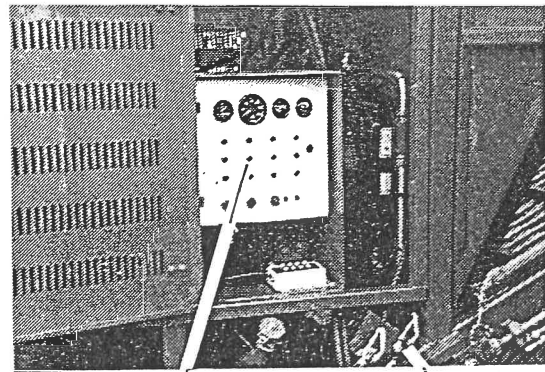

Fig. 7
For at forøge arealet i ifyldekasse er venstre side svingbar. Før ilæsning af roer føres venstre side i yderste stilling ved hjælp af kontakt støtterulle, fig. 7, pos. 1, samt de to omskiftehaner, fig. 7, pos. 2.